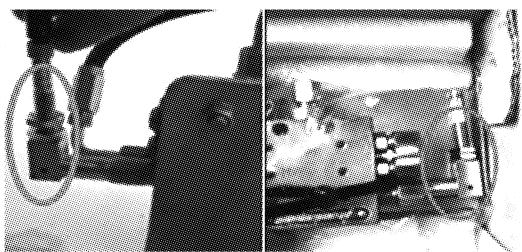

图 4 分配器接近开关状态检查对照图
(1) 优化油脂油位电缆电源插头制作,将插头安装螺钉紧固到位,保证接线牢靠,避免出现虚接的情况;此外,对于分配器上接近开关安装螺栓,增加总装厂内进行手动复验的环节。如下图 4 所示